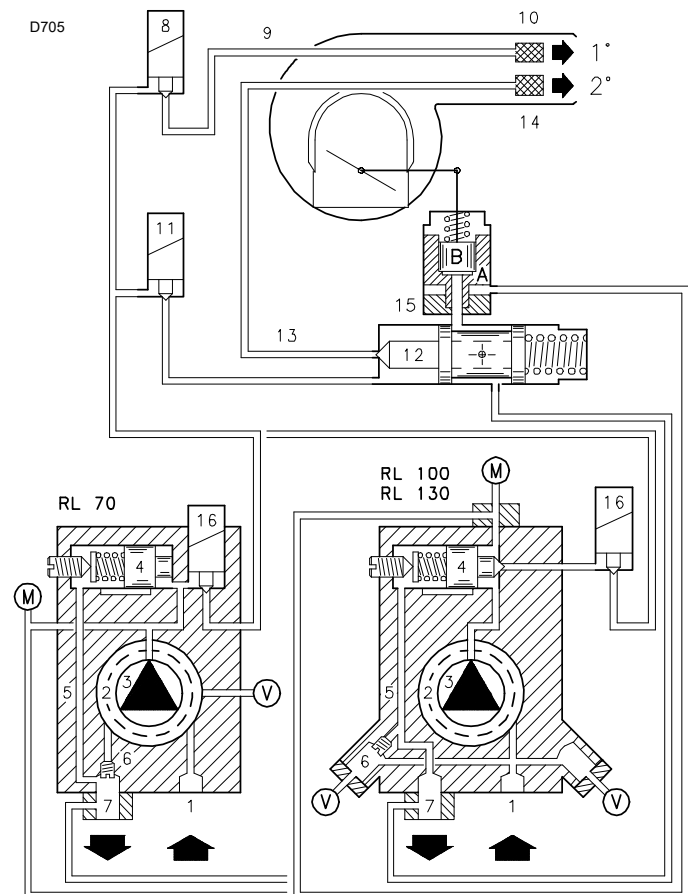

Fig. 24
8.2.1 Avviamento bruciatore (Fig. 23) - (Fig. 24)